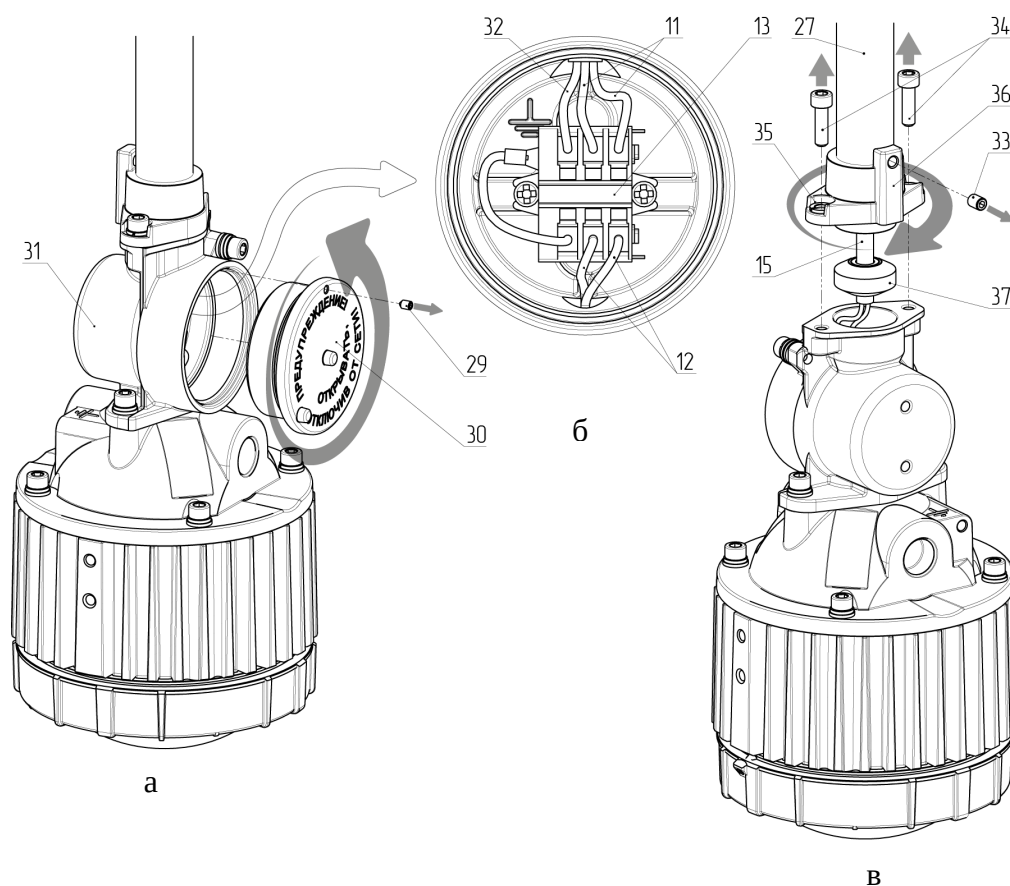

Рис. 18 – Демонтаж светильника с креплением ТМ31, ТМ41, КР41/42/43
4.1.5.1 – Выкрутить установочный винт 29, выкрутить крышку 30 распределительной коробки 31 (см. рис. 18а).
4.1.5.2 – Отсоединить провода 11 силового кабеля, провода 12 источника питания 16, а также провод заземления 32 (в случае его наличия) от клеммной колодки 13 распределительной коробки 31 (см. рис. 18б).
– ослабить установочный винт 33, выкрутить винты 34, снять шайбы 35, отсоединить муфту 36, высвободить силовой кабель 15, предварительно сняв с него уплотнительную прокладку 37, скрутить муфту 36 с трубы 27 (см. рис. 18в).